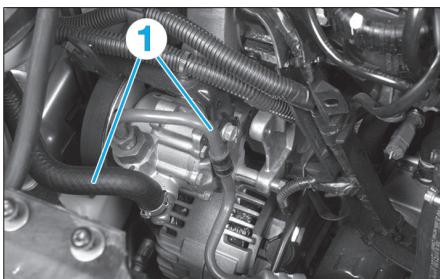

Fig. 8
- Vidanger le circuit d'assistance de direction en désenroulant les tuyaux (1) au niveau de la pompe d'assistance (Fig.8) puis manoeuvrer la direction lentement de butée en butée.